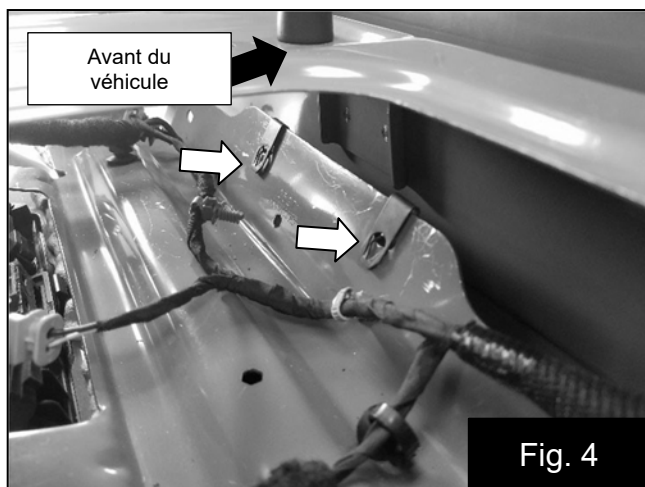

Fig. 4
6. Install the supplied threaded clips. Fig 4
6. Installez les clips filetés fournis. Fig. 4
6. Instale los broches a rosca suministrados. (Imagen 4)